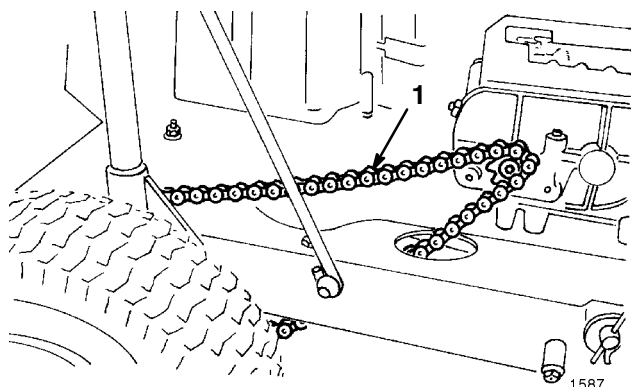

Figure 31
2. Vérifiez la flèche de la chaîne en la soulevant et en exerçant une pression modérée à mi-chemin (Fig. 31). La flèche doit être égale à 3 mm (Fig. 32). Si ce n'est pas le cas, un réglage s'impose (voir les points 3 à 13).